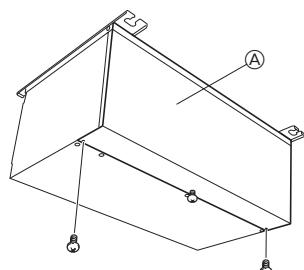

Fig. 9-1
- Kapaktaki vidaları çıkarın. (Fig. 9-1)